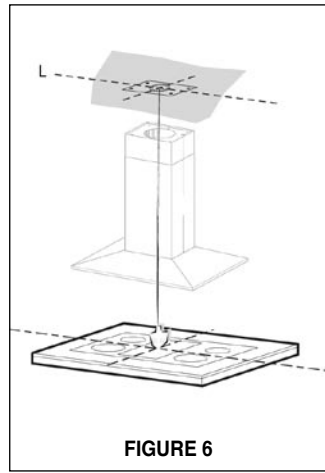

FIGURE 6
3. Un gabarit (L de la FIGURE 6) pour installer le support est fourni avec ce dernier. Utiliser ce gabarit pour marquer les trous du support au plafond.
4. Déterminer et faire toutes les coupes nécessaires pour les conduits. L'ouverture du conduit est illustrée sur le gabarit (L de la FIGURE 6). Installer les conduits avant de fixer le support. Le conduit n'est pas dans le centre exactement de le treillis.